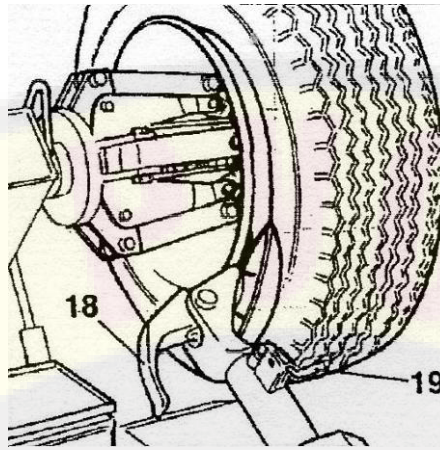

Рисунок 16
- С помощью нижней рукоятки управления (поз. 15, Рисунок 3) наклоните рычаг в нерабочее положение, переместите его и закрепите во внутреннем положении (Рисунок 16).
**Примечание:** *В ходе отжима борта можно опустить захват зажимного устройства (поз. 18, Рисунок 16), чтобы он не мешал работе.*